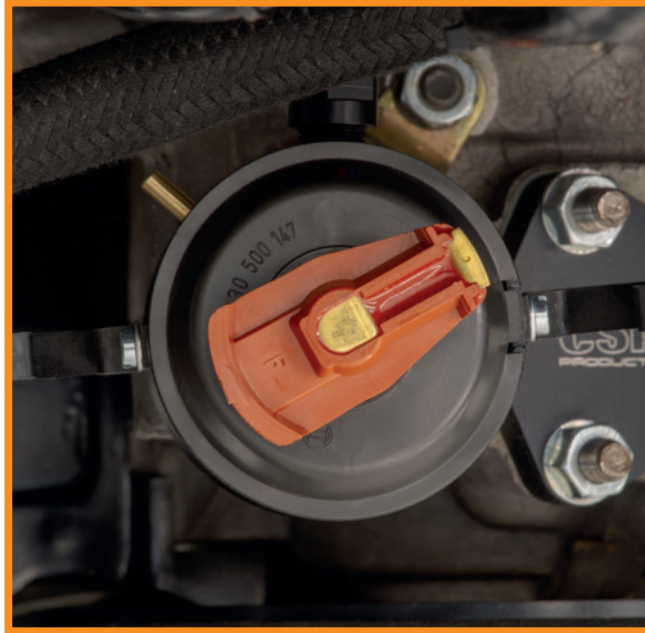

Fig. 3
- Remove the distributor cap and position the drive pinion the same way, as the one in the old distributor. Put the new distributor in the case and push it slightly down while turning it until it noticeable engages with the drive (Fig. 3). The lower neck of the distributor body has to line up with the clamp and the drive isn't allowed to turn anymore.
- Entfernen Sie die Verteilerkappe und richten sie den Verteilerantrieb in dieselbe Richtung aus, wie der Antrieb des alten Verteilers stand. Stecken Sie den Verteiler hinein und drücken ihn mit leichter Drehbewegung bis nach unten (Fig. 3). Stellen Sie sicher, dass der Antrieb in den Verteiler greift. Der untere Kragen des Verteilers muss mit der Verteilerklemme abschließen und die Welle darf sich nicht mehr drehen können.